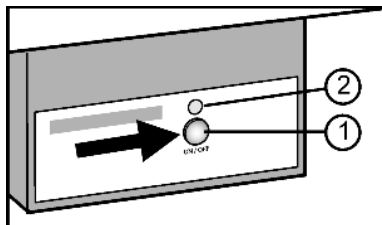

Fig. 15
- Premere il tasto On/Off Fig. 15 (1) finché si illumina il LED Fig. 15 (2).